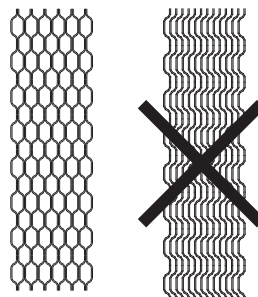

Fig. 10
- Quand elles sont correctement disposées, l'empilage des plaques forme un «nid d'abeilles» (Fig.10).